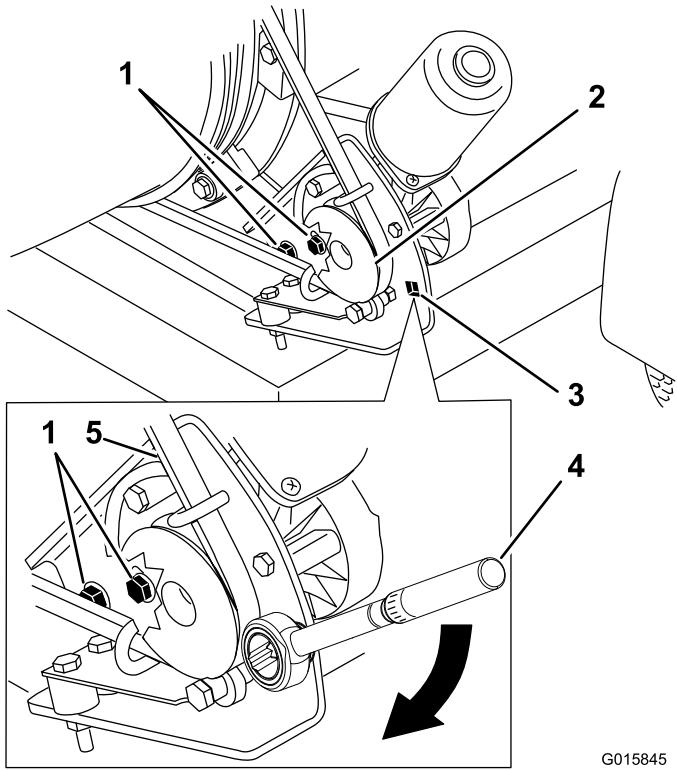

Figure 36
2. Desserrez les 2 vis à embase et les 2 contre-écrous à embase qui fixent le support de montage du moteur sur le support de carter du cadre de la machine (Figure 36).
3. Insérez le carré d'entraînement d'une clé dynamométrique dans le support de montage de la poulie, comme montré à la Figure 36.
4. Faites pivoter le support du moteur pour l'éloigner de l'embout (Figure 36) jusqu'à ce que la clé dynamométrique indique 22,6 à 26 N·m (200 à 230 po-lb).